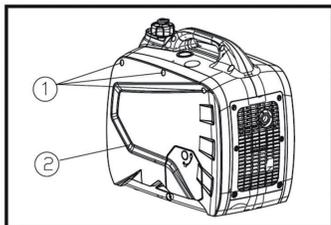

Рис. 22
- Отверните винты крепления 1 (Рис. 22) и снимите боковую крышку корпуса.